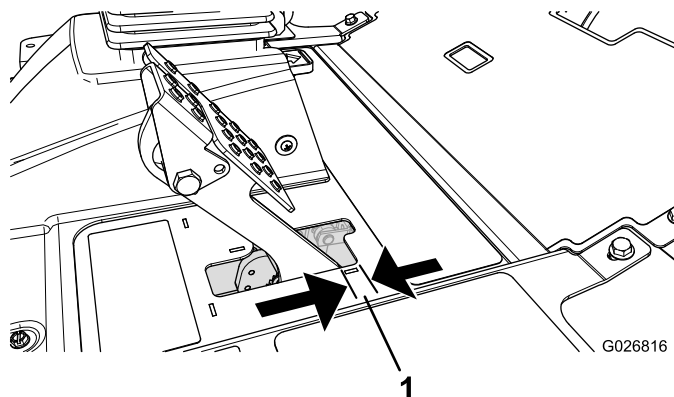

Figura 87
Regolate i freni se il pedale ha un "gioco" superiore a 2,5 cm (Figura 87), o quando è necessaria maggiore forza di tenuta. Per gioco s'intende la distanza che il pedale percorre prima che si avverta la resistenza della frenata.
2. Serrate il dado posteriore per spostare indietro il cavo, finché i pedali del freno non hanno un gioco compreso tra 6,3 e 12,7 mm (Figura 87), prima che la ruota si blocchi.